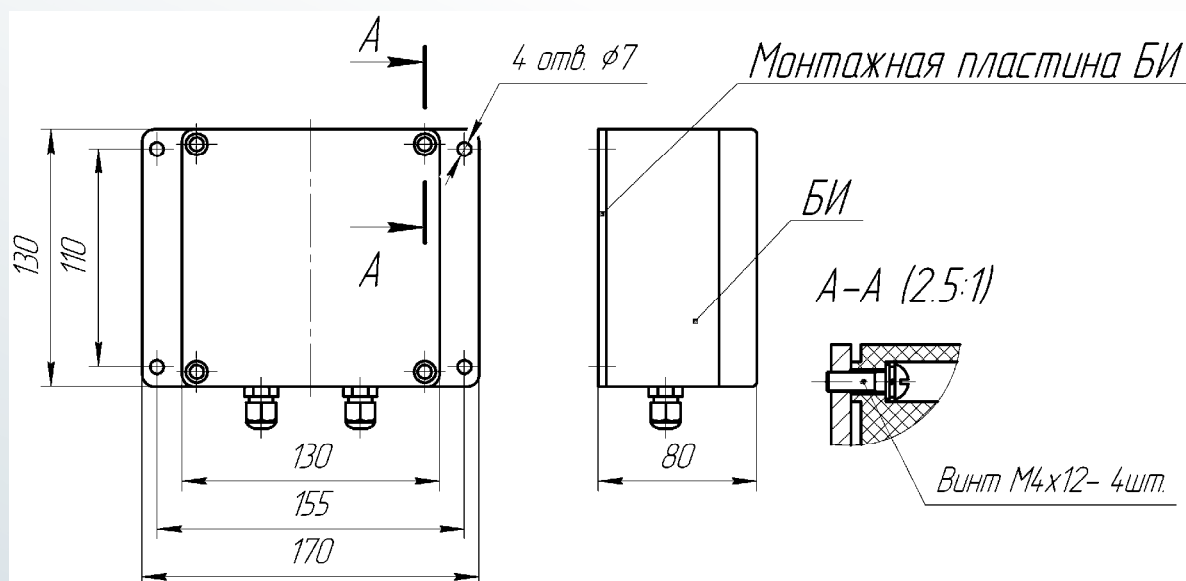

Рис. 6.3. Установка блока индикации на монтажную пластину
Блок индикации прикрепляется к монтажной пластине винтами (входят в комплект влагомера) в соответствии с Рис. 6.3. Пластина с блоком индикации устанавливается в любом удобном для оператора месте, на удалении не более 300 метров от блока управления и контроля. Габаритные и присоединительные размеры блока индикации и монтажной пластины приведены на Рис. 6.3.
- При необходимости (например, для отправки на предприятие-изготовитель) демонтируйте блок индикации с монтажной пластины (Рис. 6.3).